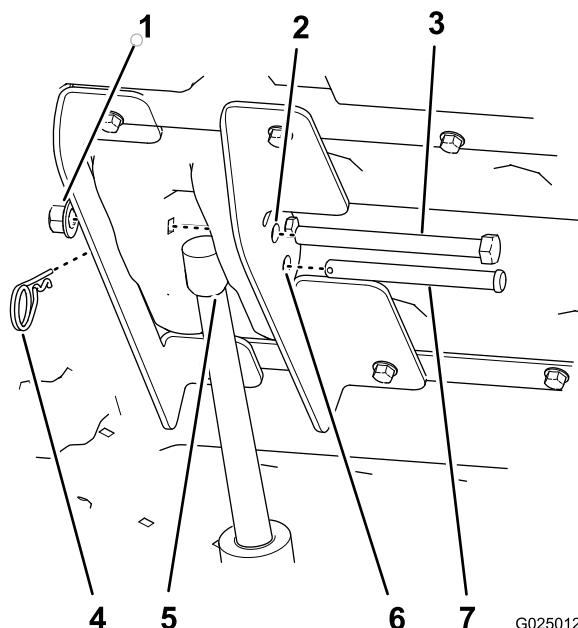

図 9
7. 荷台昇降スイッチの上パドルを押して昇降アクチュエータのロッドを伸ばし、ロッドの穴が内側・外側昇降ブラケットの穴に揃ったところで止める (図 9)。
8. 昇降アクチュエータのロッドを昇降ブラケットに固定する； クレビスピン (3-1/2 インチ) とヘアピンを使用する (図 9)。
10. 内側・外側の昇降ブラケットの残っている穴 (12.7 mm) に六角ヘッドボルト (1/2 x 5-1/2 インチ) を通し (図 9)、ナット (1/2 インチ) で軽く止めつける。
2. アクチュエータロッドを内側・外側昇降ブラケットに留め付けているヘアピンコッターとクレビスピンを取り外す（図 9）。
7. 荷台を降ろし、昇降アクチュエータをブラケットに合わせる（図 9）。
8. クレビスピンとヘアピンで昇降アクチュエータを昇降ブラケットに固定する（図 9）。